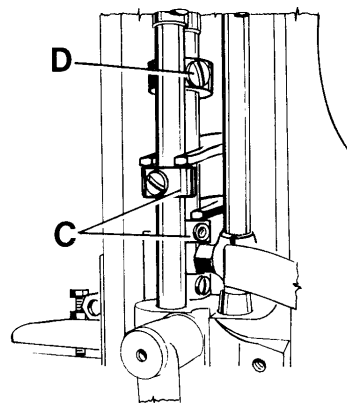

Fig. 22
On the two thread double locked stitch machines, the height of the looper thread take-up (A, Fig. 22) is set so that the cast-off hook (C) forces the looper thread over the corner (B) of the looper thread take-up (A) at the time the point of the descending needle is flush with the lower edge of looper or projects up to 1 mm (0.40 in.) below the lower edge of looper.
For setting the looper thread take-up loosen screw (D, Fig. 22). When the needle point is positioned above the lower edge of looper, the looper thread take-up (A) has to be raised accordingly. When the needle point is positioned more than 1 mm (.040 in.) below the lower edge of looper the looper thread take-up (A) has to be lowered accordingly. Retighten screw (D).
Bei den Zweifaden-Doppelkettenstich-Nähmaschinen wird die Höhe des Greiferfadenaufnehmers (A, Fig. 22) so eingestellt, daß der Greiferfadenabzugshaken (C) den Greiferfaden zu dem Zeitpunkt über die Ecke (B) am Greiferfadenaufnehmer (A) abwirft, wenn die Spitze der sich nach unten bewegendes Nadel mit der Unterkante des Greifers bündig ist oder bis zu 1 mm unterhalb der Greiferunterkante steht.
Zur Einstellung des Greiferfadenaufnehmers lösen Sie die Schraube (D, Fig. 22). Steht die Nadelspitze oberhalb der Greiferunterkante, muß der Greiferfadenaufnehmer (A) entsprechend höher gestellt werden. Steht die Nadelspitze mehr als 1 mm unter der Greiferunterkante, muß der Greiferfadenaufnehmer entsprechend tiefer gestellt werden. Ziehen Sie die Schraube (D) wieder an.